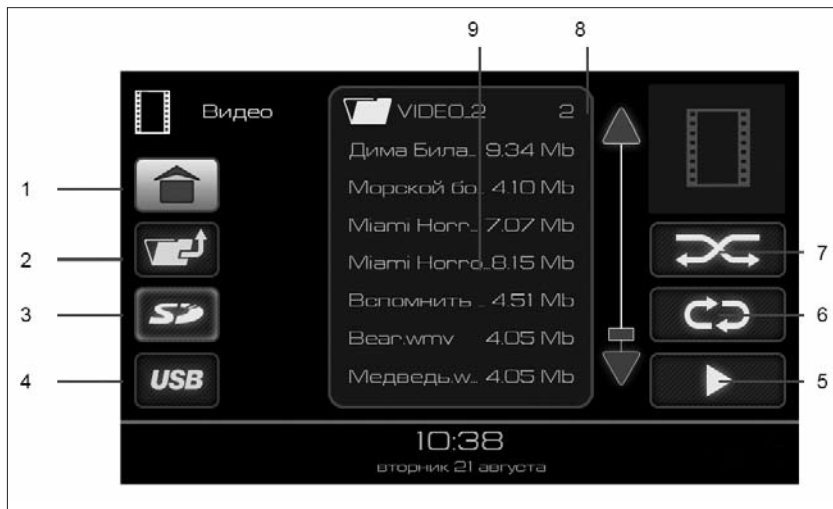
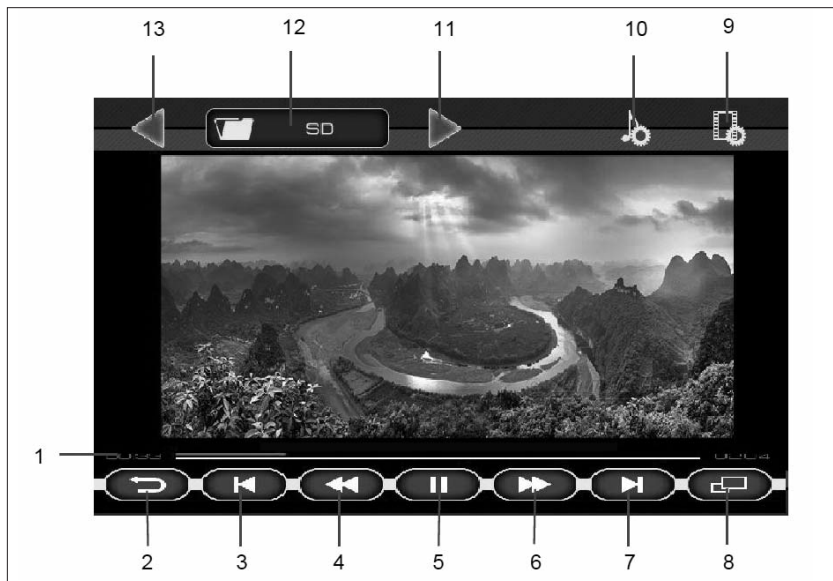

Рис. 6. Окно режима «ВИДЕО»
Рис. 7. Окно проигрывания видеофайлов
Доступные для воспроизведения видеофайлы и папки отображаются в списке (9), рис. 7. Двойное нажатие на изображение папки  отобразит список видеофайлов в этой папке. Для выхода из папки нужно нажать кнопку 2 (рис. 6).
режима повторного воспроизведения выбранного файла (кнопка 6, рис. 6);
– либо нажатие на кнопку воспроизведения файлов (кнопка 6, рис. 6) позволяет воспроизвести все видеофайлы, находящиеся в списке (9) на рис. 6;
– либо выбор папки одиночным нажатием на изображение папки  в списке (9) рис. 6, а затем нажатие кнопки воспроизведения файлов (кнопка 6, рис. 6) позволяет воспроизвести все видеофайлы, находящиеся в выбранной папке и ее подпапках.
Для включения полноэкранного режима воспроизведения нажать кнопку **8** (рис. 7) или на изображении.
Если при воспроизведении видеофайла нажать на кнопку **|| (5)** (рис. 7), а затем нажать на кнопку возврата (кнопка **2**, рис. 7), то произойдет переход в главное меню и в кнопке **«Видео»** (рис. 2) появится индикатор паузы. Этот режим позволяет вернуться к воспроизведению видеофайла с того места, где была поставлена пауза.